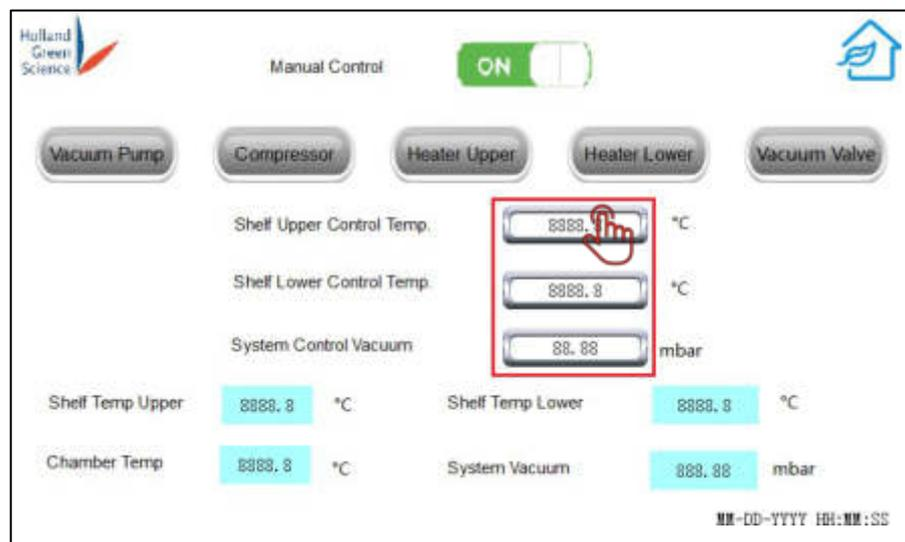

Abbildung 14
- Stellen Sie die Regaltemperatur und das Vakuum in der Kammer wie gewünscht ein (Abbildung 14).